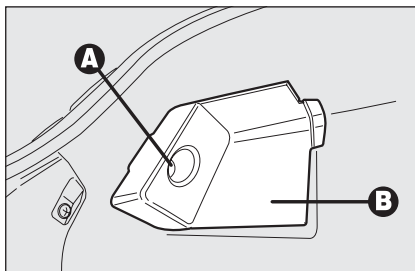

fig. 37
- svitare la vite **A-fig. 37** e rimuovere il coperchio di protezione **B**;
- rimontare il coperchio di protezione **B-fig. 37** ed avvitare la vite **A**.